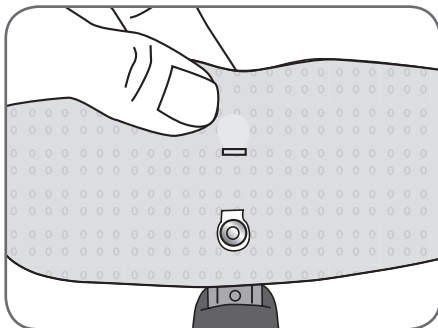

Abbildung 9-15: Abziehen der Silikon-Einlagen von den Elektroden-Druckknöpfen
4. Ziehen Sie die Silikon-Einlagen vorsichtig von den Druckknöpfen der Gewebeelektrode ab (siehe Abbildung 9-15).